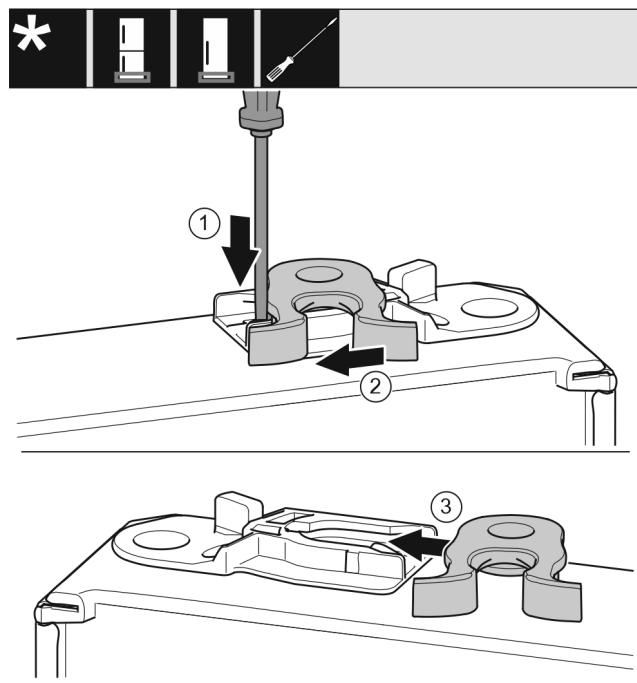

Fig. 40 \*
- Lasche Fig. 40 (1) mit Schlitzschraubendreher nach unten drücken.\*
- Schließhaken Fig. 40 (2) aus Führung ziehen.\*
- Schließhaken Fig. 40 (3) auf anderer Seite in Führung schieben.\*